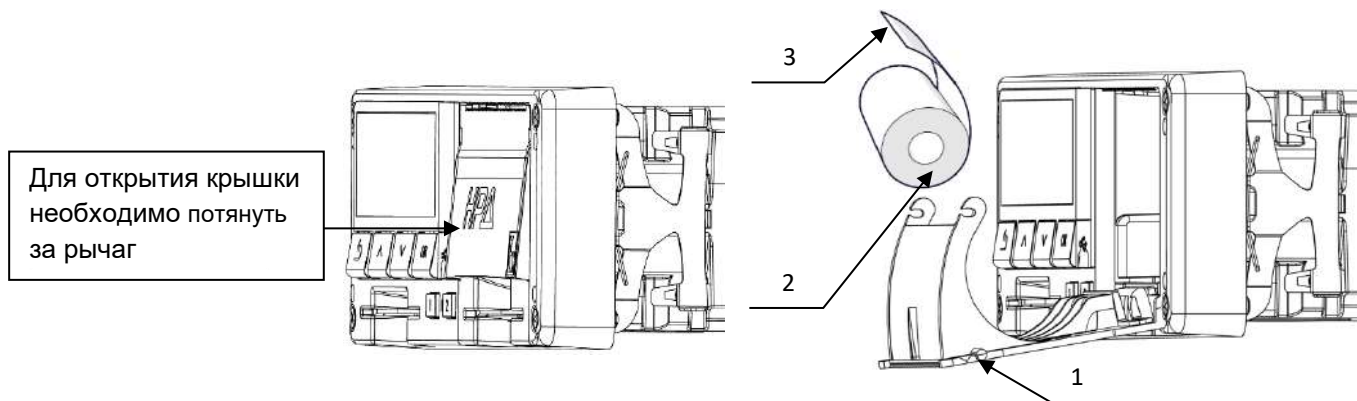

Рисунок 7. Установка бумаги
1. Открыть крышку отсека термопечатающего механизма (см. Рисунок 7. Установка бумаги), потянув за специальную ручку на крышке.